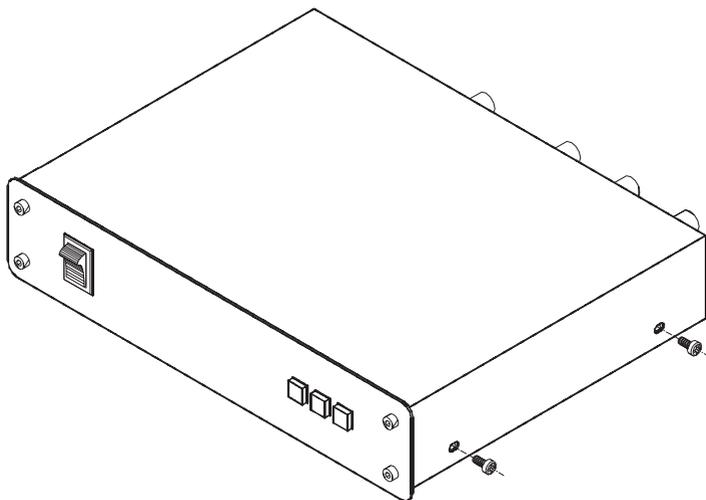

Рис. 3. Снятие крышки преобразователя FC-7501
1. Вывинтить две пары винтов с каждой стороны корпуса **FC-7501** и снять корпус, как показано на рис. 3: